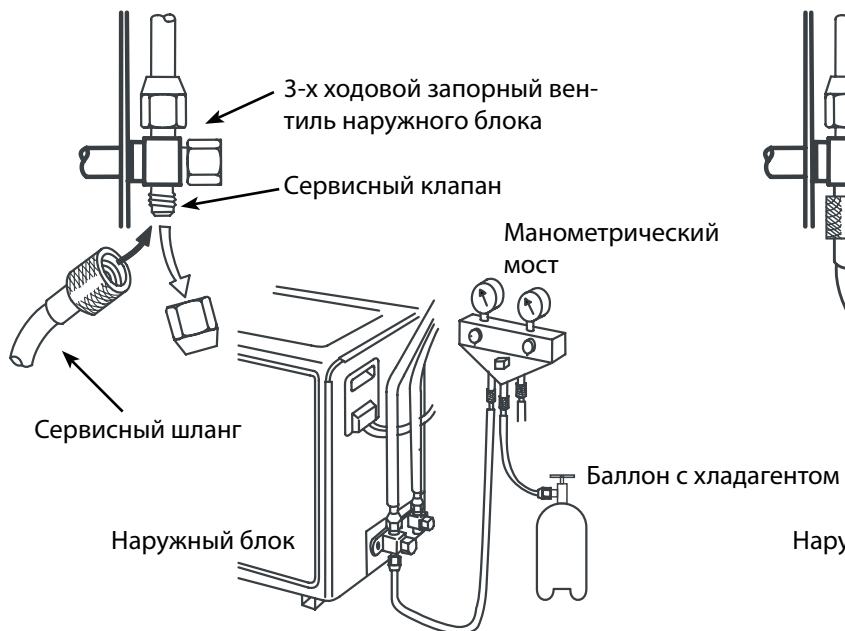

Рис. 5-10
2. Подсоедините к сервисному клапану трехходового вентиля наружного блока манометрический мост, не открывая запорного 2-х и 3-х ходового вентиля через манометрический мост, подайте в трубопровод фреон давлением 4~5 бар и проконтролируйте места стыков на отсутствие утечки хладагента (смотри рис. 5-10).